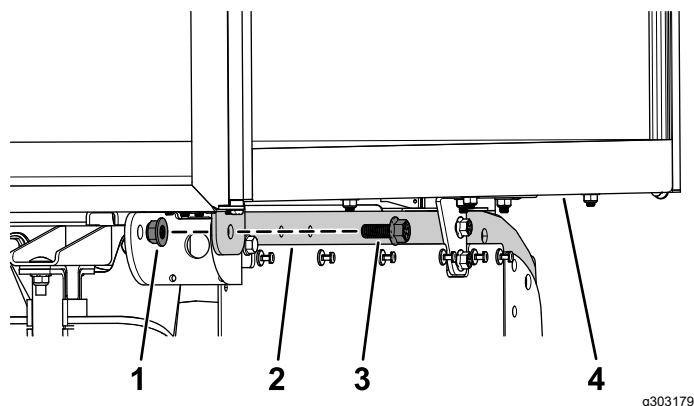

Figura 8
3. Prenda a traseira da caixa da carrinha utilitária à traseira dos tubos da estrutura utilizando um parafuso de cabeça flangeada (½ pol. x 4½ pol.) e uma porca flangeada (½ pol.) em cada lado (**Figura 8**).